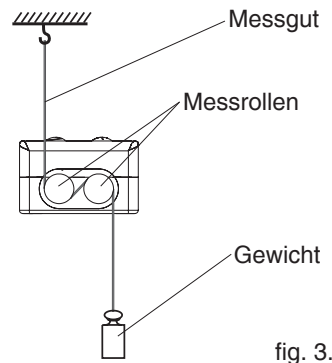

fig. 3.7
- An dem Messgut ein Gewicht befestigen, das der zu messenden Zugspannung entspricht (Masseinheit beachten) und senkrecht hängend befestigen (fig. 3.7; das Gewicht muss frei hängen).